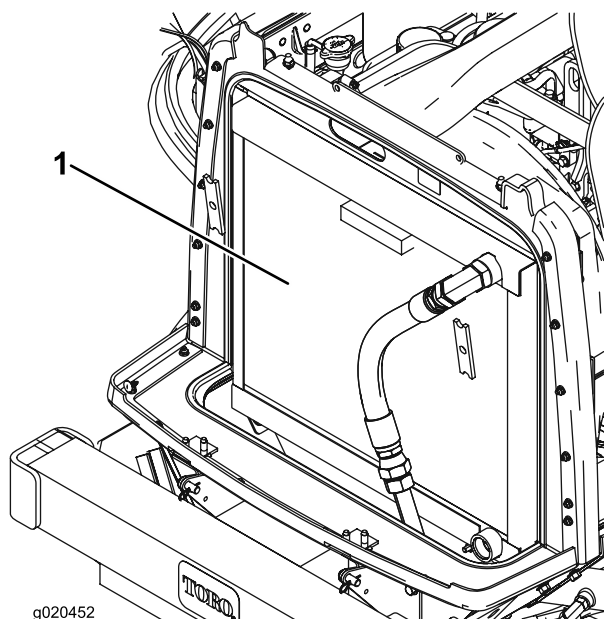

Figura 66
3. Limpe ambos os lados do radiador/dispositivo de arrefecimento de óleo com ar comprimido (Figura 66).